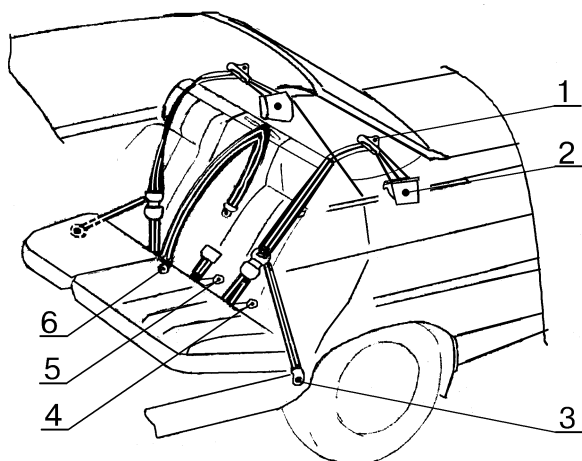

Рис.2. Ремень безопасности 2110-8217210/211 задний боковой правый/левый, 2110-8217310 средний.
2.2 Отвернуть болт 1, рис.2, крепления скобы ремня на задней стойке, болт 2 крепления катушки ремня безопасности на панели боковины, болт 3 крепления ветви ремня на арке заднего колеса (ключ 17 кольцевой).